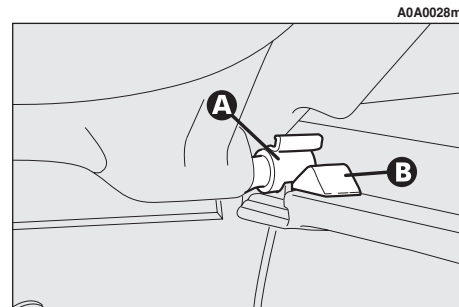

fig. 21
— dégager les broches (A-fig. 21) placés à l'extérieur de la tablette de leurs sièges (B) aménagés dans les supports latéraux, puis sortir la tablette vers l'extérieur.